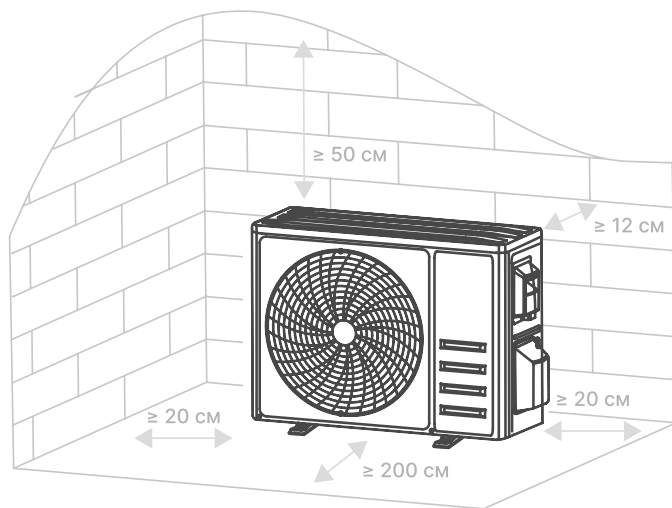

Рисунок 15 — Выбор места установки внешнего блока
- Вставьте отводную трубку для дренажа в дренажное отверстие в поддоне внешнего блока (рисунок 15).